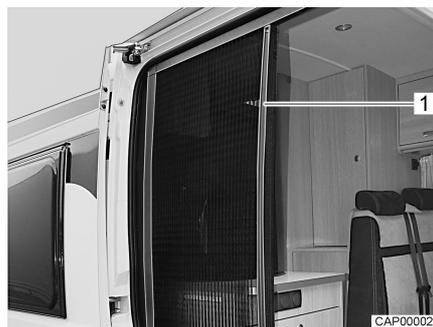

Bild 9 Insektenschutz
- Insektenschutz an der Leiste (Bild 9,1) ganz herausziehen.
- Insektenschutz an der Leiste (Bild 9,1) in Ausgangsstellung zurückschieben.